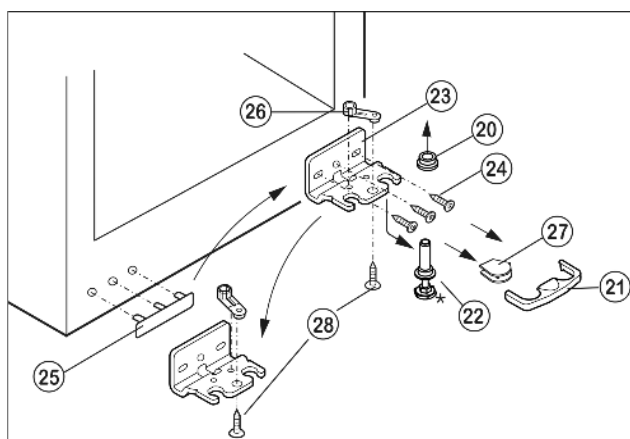

Fig. 5
- ▶ Предохранитель Fig. 5 (21) снимите движением вперед.
- ▶ Снимите крышку Fig. 5 (27).*
- ▶ Полностью вверните регулируемую опору Fig. 5 (22).
- ▶ Вытяните опорный палец Fig. 5 (22) вниз и вперед. При этом следите за гнездом шарнира Fig. 5 (20).
- ▶ Открутите опорный кронштейн Fig. 5 (23)(3 шт. Torx 25) Fig. 5 (24).
- ▶ Открутите опорную деталь Fig. 5 (26)(1 Torx 25) Fig. 5 (28) и, переставив в отверстие на противоположной стороне опорного кронштейна, снова прикрутите.
- ▶ Осторожно приподнимите и переставьте крышку Fig. 5 (25) со стороны ручки.
- ▶ Снова прикрутите опорный кронштейн Fig. 5 (23) на новой стороне шарнира (с моментом 4 Нм). При необходимости используйте аккумуляторный шурупверт.
- ▶ Установите крышку Fig. 5 (27) на противоположной стороне.*
- ▶ Предохранитель (21) нужно зафиксировать сбоку на кронштейне, чтобы опорный палец и двери были защищены от выпадения.
- ▶ Снова защелкните предохранитель (21) на опорном кронштейне.
- ▶ Наденьте гнездо шарнира Fig. 5 (20).
- ▶ Установите дверцу сверху на нижний опорный палец Fig. 5 (22).
- ▶ При необходимости выровняйте дверцы через два продольных паза в нижнем опорном кронштейне *Fig. 5 (23)* параллельно корпусу устройства. Для этого выкрутите средний винт.